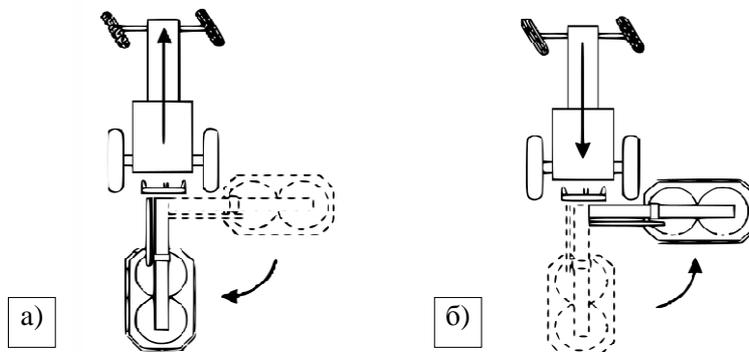

Рис. 13. Перевод косилки в положение: а) транспортное; б) рабочее
- повернуть передние колеса трактора максимально влево (Рис. 13) и отодвинуть назад до момента стыковки выступа трехточечного зацепа косилки с центральной балкой,
- установления главной рамы с балкой вдоль оси трактора (**Рис. 13а**);